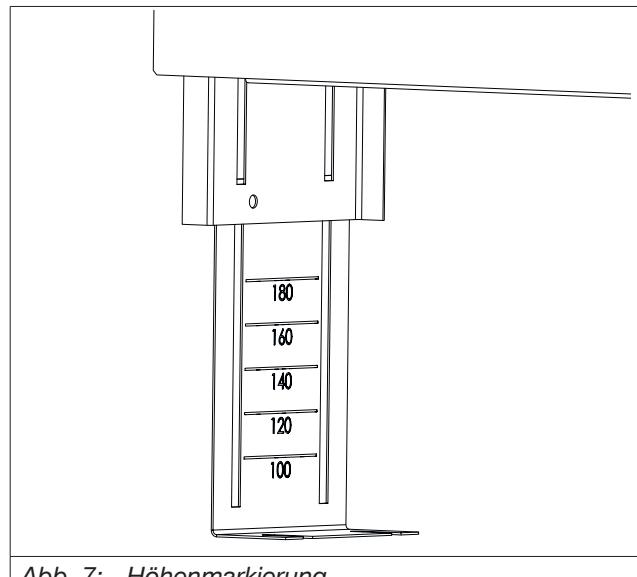

Abb. 7: Höhenmarkierung
2. Stellen Sie die Füße des Aufputzschranks auf die gewünschte Höhe ein. Beachten Sie beim Einstellen der Füße die Aufbauhöhe des Estrichs. Die Estrichoberfläche sollte mind. 1 cm oberhalb der Unterkante der Estrichblende liegen. Beim Ausziehen der Füße erscheint eine Höhenmarkierung (siehe Abb. 7 auf Seite 10). Die angegebenen Maße sind vom Boden bis zur Unterkante der Estrichblende. Verstellen bzw. fixieren Sie die Füße, indem Sie die Flügelmuttern lösen bzw. anziehen.